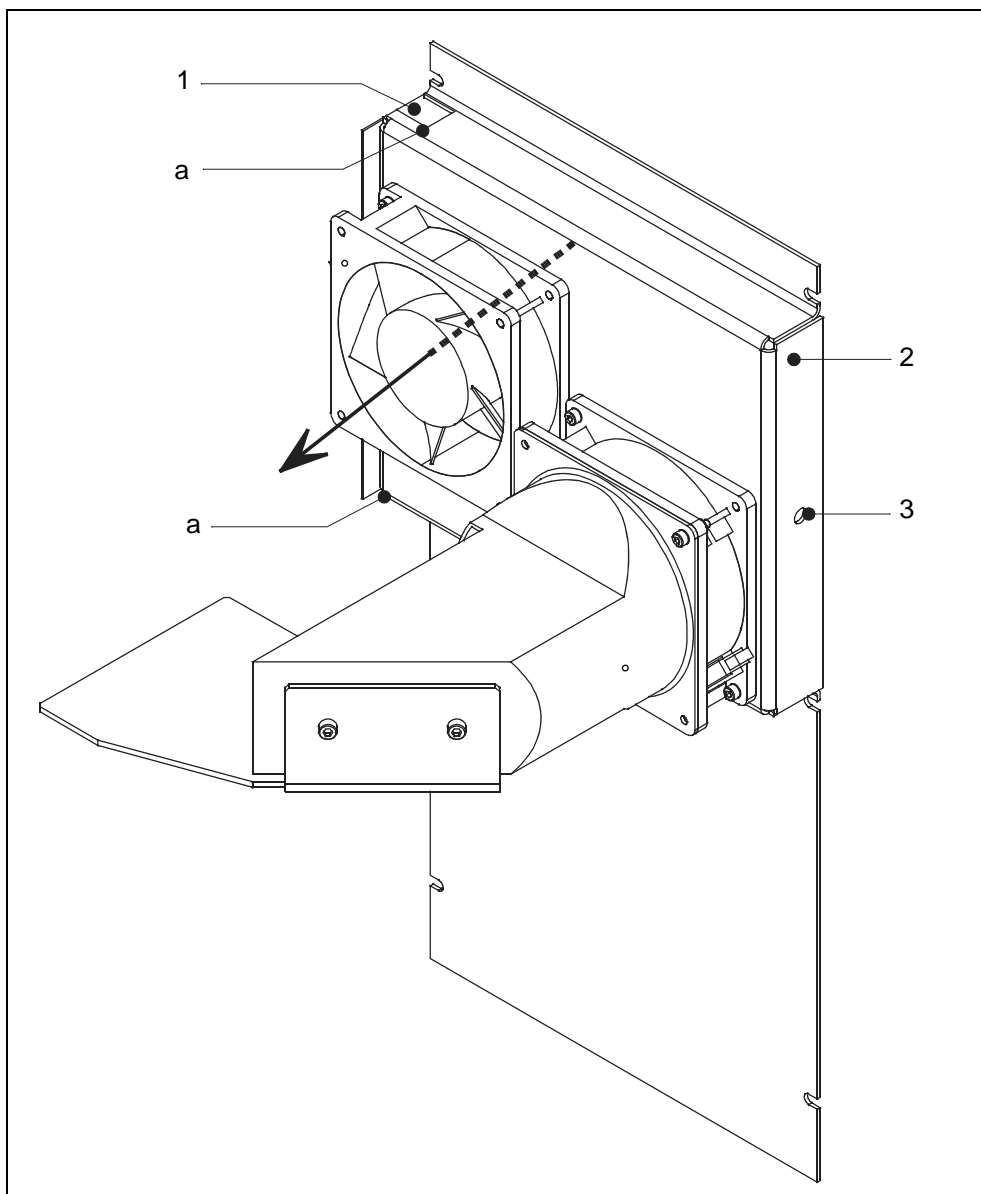

Fig. 9-2 Luchtfiler chassiswand vervangen
- Pak met twee vingers het filterelement bij de in Fig. 9-2/a weergegeven uitsparingen en trek het filterelement uit de geleiding. Druk, indien dit niet mogelijk is, met gereedschap het filter door de achterste boring Fig. 9-2/3 naar voren.
- Let bij het plaatsen van het nieuwe luchtfilerelement op de ventilatierichting. Deze wordt in bovenstaand Fig. 9-2 met een zwarte pijl weergegeven.